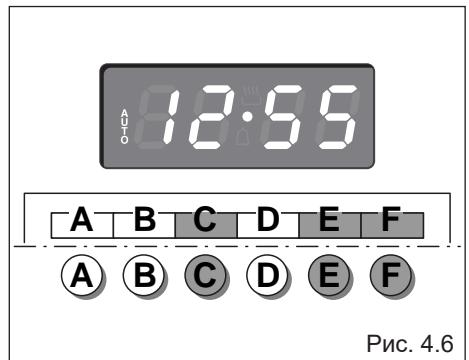

Рис. 4.6
2. Для установки времени окончания приготовления нажмите на кнопку “**C**” (появится время приготовления, уже прибавленное к времени на часах) и кнопки “**F**” (рис. 4.6); В случае если вы пропустите необходимое время, вы можете вернуться, нажав на кнопку “**E**”.